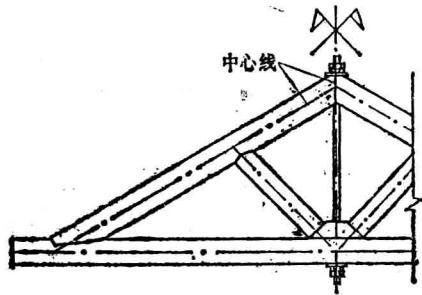

图 1-13 对称符号的画法
(1) 对称符号：完全对称的图样可以在其图样的对称线上画上对称符号，其对称部分就可省略不画。对称符号的表示方法是在对称中心线上画上两面“小旗”，如图1-13所示。